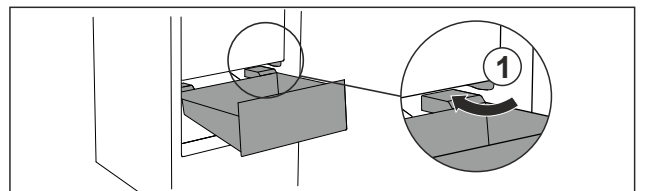

Fig. 27
- ▶ Обойдите стопор Fig. 27 (1) выдвижного ящика под наклоном.